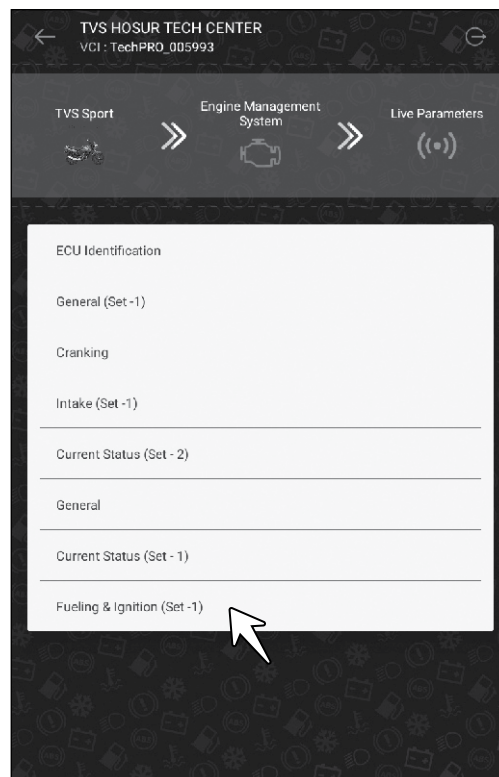

Fig. 7.15
- Selecione as opções para verificar os parâmetros. (Fig. 7.15)